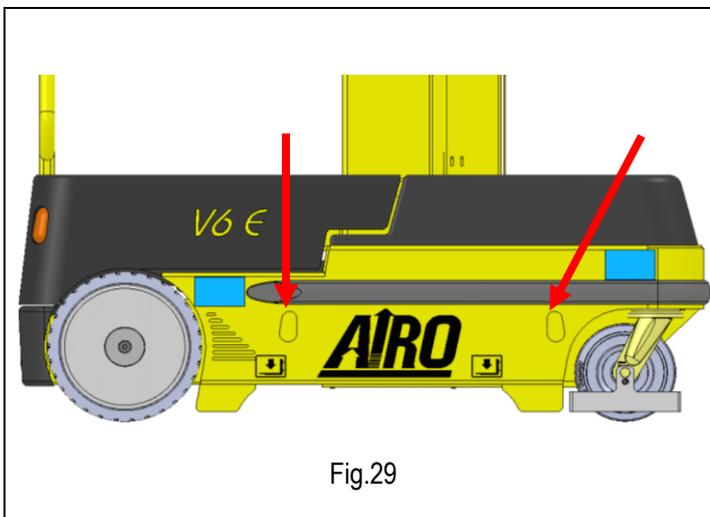

Fig.29
- Au moyen d'un chariot élévateur** d'une charge appropriée (voir le poids de la machine dans le tableau "caractéristiques techniques") et doté de fourches d'une longueur au moins égale à la largeur de la machine. Enfiler les fourches à l'endroit indiqué par les autocollants situés sur la machine Fig.29. En l'absence de ces autocollants **IL EST STRICTEMENT INTERDIT** de soulever la machine au moyen d'un chariot élévateur. Le soulèvement de la machine au moyen du chariot élévateur doit être effectué par un opérateur qualifié.